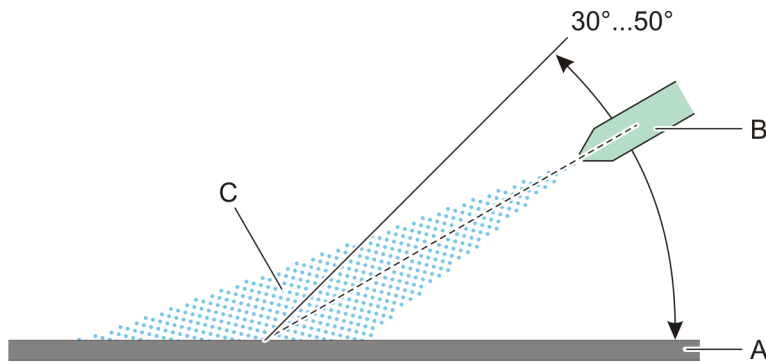

Abb. 7-5
- 5** Reinigen Sie die Teile durch Sandstrahlen. Achten Sie darauf, dass der Strahl in einem flachen Winkel auf die Oberfläche auftrifft ($30^\circ \dots 50^\circ$). Siehe Abb. 7-5, 183.